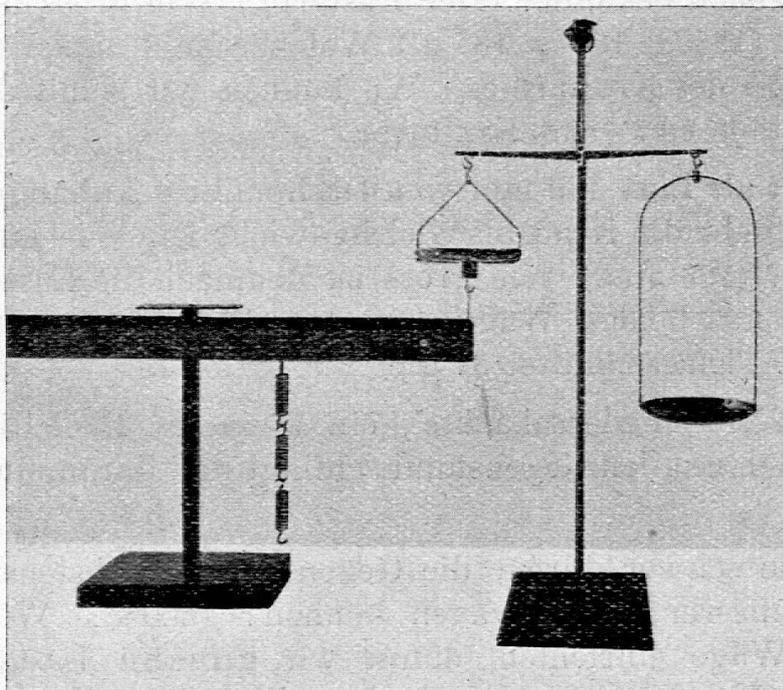

Fig. 5.
**AUSFÜHRUNG.** (Siehe Fig. 5.) 1. Hängt an den rechten Arm des Hebelgestells ein Anhängengewicht mit Schleife. Befestigt diesen Hebelarm vermittelst der Schleife aus Faden, die sich an dessen Ende befindet, an der kurzen Wagschale und hebt oder senkt die Wage am Stativ, bis der Hebel horizontal liegt. Anhängengewichte, die ihr in die lange Wagschale legt, stellen die Kraft dar.